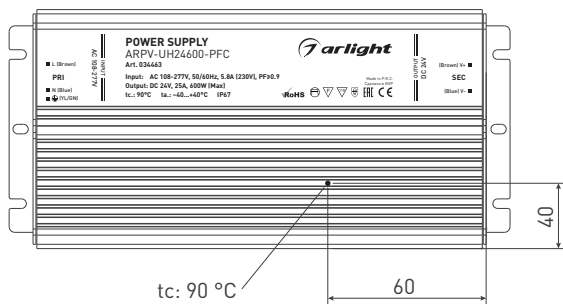

Рисунок 1. Расположение точки контроля температуры t_c
- 3.9. Проверьте температуру корпуса источника питания. Максимальная температура корпуса источника в установившемся режиме не должна превышать t_c (рис. 1). Если температура корпуса выше, необходимо уменьшить нагрузку, обеспечить лучшую вентиляцию или использовать более мощный источник питания.